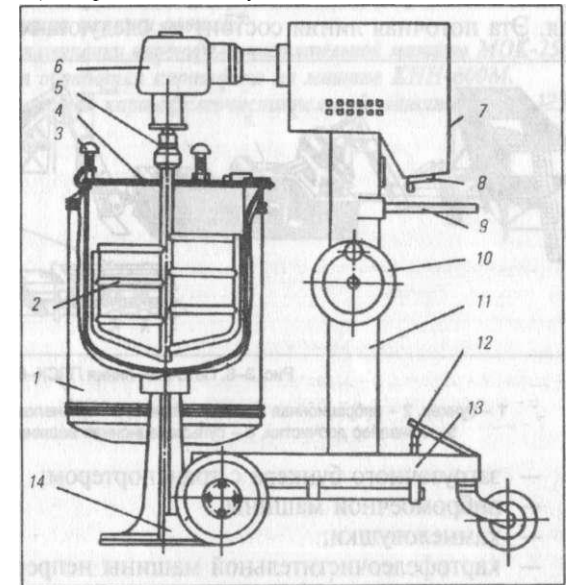

Рис. 3-5. Машина МКП-60.
**Машина МКП-60 (рис. 3-5)** используется в столовых, в горячих цехах для приготовления картофельного пюре. Эта машина состоит из электрокотла, КПЭ-60 и привода, смонтированного на трёхколёсной тележке. На тележке два колеса установлены неподвижно на своих осях, а третье колесо служит для ее поворота. Тележка имеет педаль, при помощи которой мы фиксируем ее при установке у котла. Привод, установленный на тележке, состоит из телескопической колонки с механизмом подъема, привода, взбивателя и муфты для присоединения лопасти. Маховик служит для поднятия привода и головки взбивателя. Сверху котел закрывается специальной крышкой, закрепленной двумя зажимами.